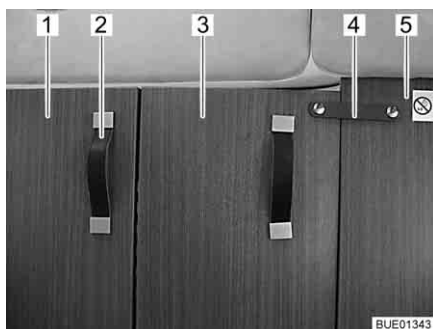

Bild 52 Skiljeplatta till förarhytt, stängd
- Dra in skiljeplattan till förarhytten (Bild 52,1) helt med hållbandet (Bild 52,2).
- Sätt, med låsbandet (Bild 52,4), fast den fällbara delen av skiljeplattan till förarhytten (Bild 52,3) på den fasta mellanväggen (Bild 52,5) bakom passagerarstolen.